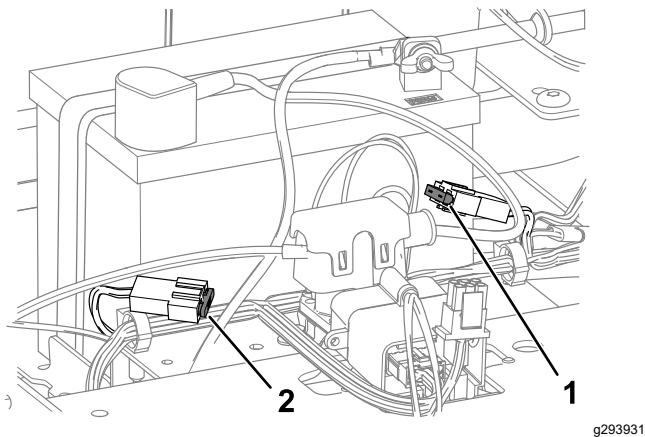

Figure 42
4. Pour remplacer un fusible, tirez dessus pour l'enlever (Figure 42).